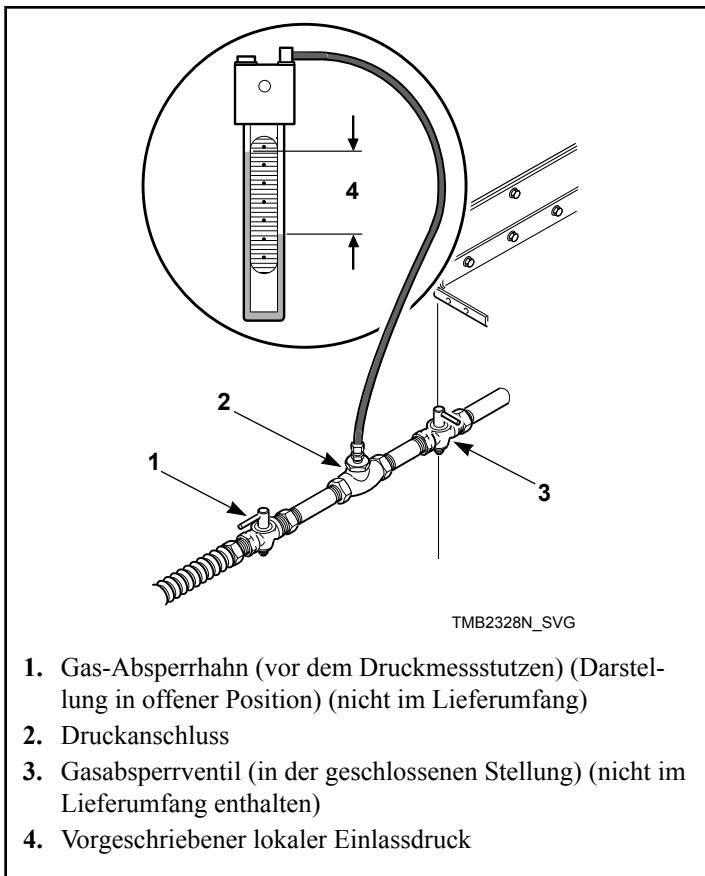

Abbildung 14
1. Die Stromversorgung des Trockners trennen. Das Gasabsperrrventil des Trockners schließen. Siehe *Abbildung 14*.